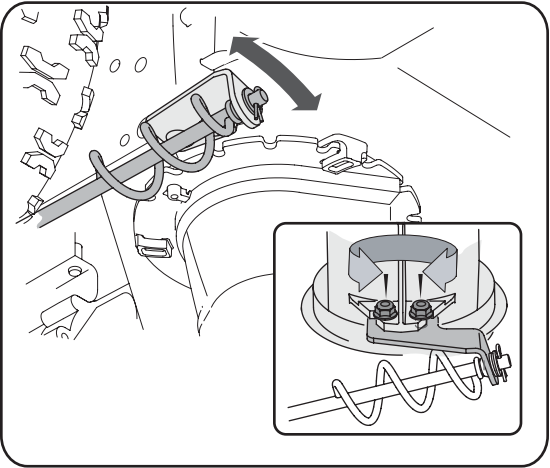

Figure 5-5
1. Débranchez la manivelle de la goulotte à la goulotte en retirant la goupille fendue et la rondelle plate. Voir la Figure 5-5.
1. Desserrez les deux écrous qui maintiennent le support de la goulotte et ajustez légèrement la position de celui-ci. Voir la Figure 5-5.